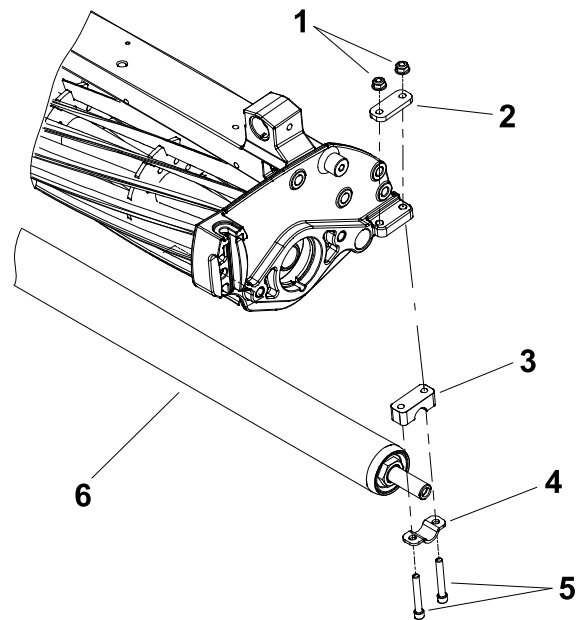

Figure 9
4. Effectuez la procédure suivante pour déposer le rouleau arrière. Voir Figure 9.